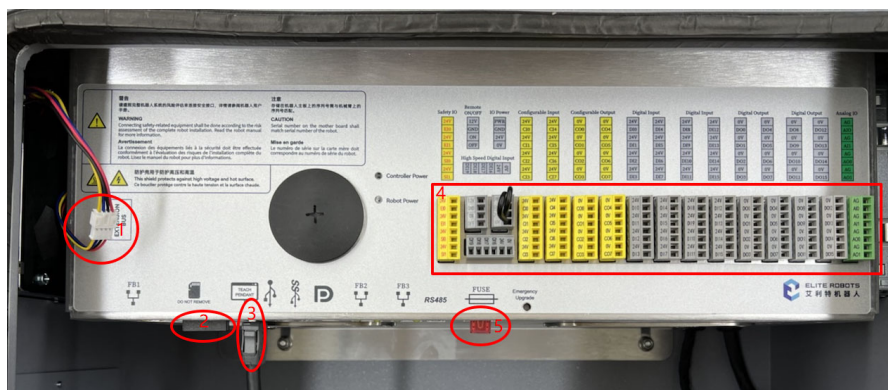

图 3-33 接线、插线、插卡及保险丝及 IO 插头
- 接上风扇的连接线，插上示教器线缆，插上闪存卡、保险丝和 IO 插头，如图 3-33 所示；